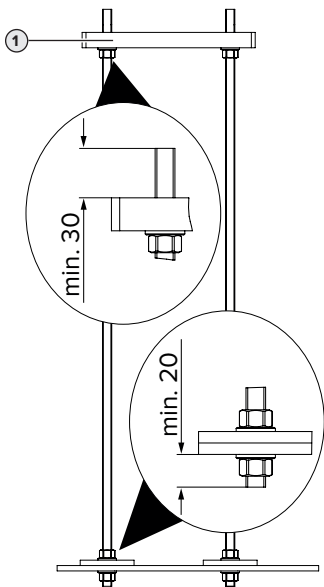

Fig. 3: Position af underlagsskiver og møtrikker [mm]
- Sikr hvert fladstål med en møtrik og en underlagsskive under hensyntagen til Fig. 3. Kontrollér, at fundament-fastgørelsessættet er justeret vandret.
- Montér den tilhørende fundament- eller adapterplade (1) (fås som tilbehør) under hensyntagen til Fig. 3 på fundament-fastgørelsessættet.